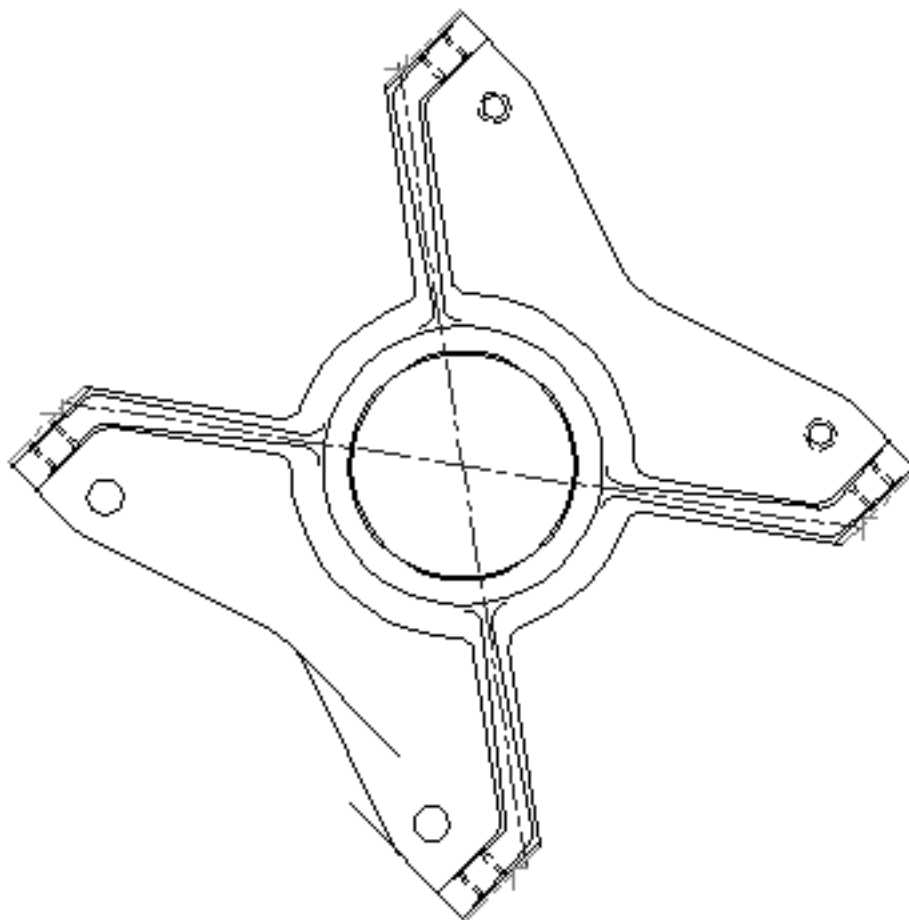

Рис. 9.3. Корпус подшипника
1. Загрузите файл ab14-с.dwg (рис. 9.3).